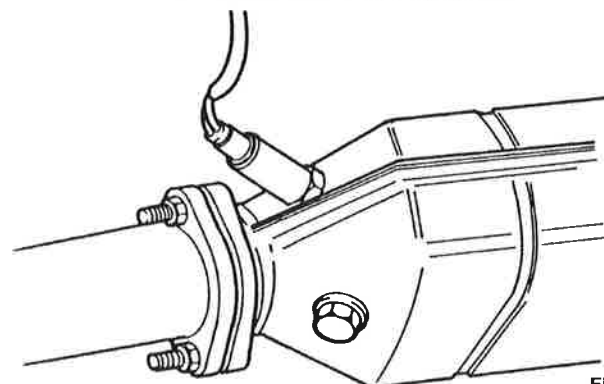

Fig. 5
- Le taux de CO n'est pas réglable sur les moteurs catalysés. Seul le contrôle est possible sur le pot catalytique (moteur chaud) (Fig. 5).